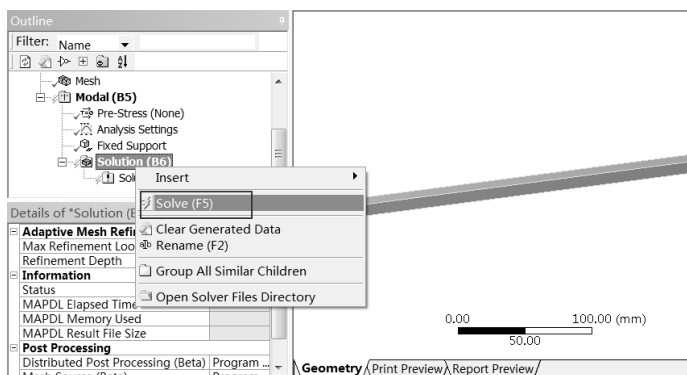

图 10-24 求解
Step4：在 Outline（分析树）中的 Modal（B5）选项上右击，在弹出的快捷菜单中选择 Solve 命令，此时会弹出进度显示条，表示正在求解，当求解完成后进度条自动消失，如图 10-24 所示。